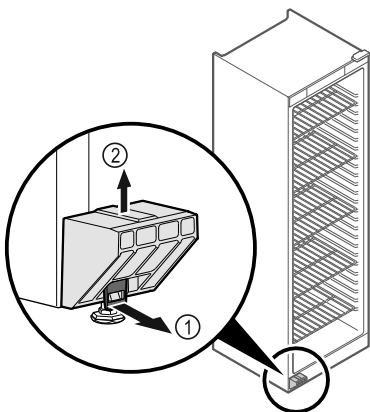

Fig. 1
- Tirare in avanti la linguetta Fig. 1 (1).
- Tirare verso l'alto la protezione per il trasporto Fig. 1 (2).